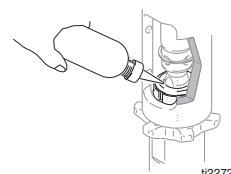

FIG. 12
3. (Fig. 12) Llene la tuerca prensaestopas con líquido sellador de cuellos (TSL) de Graco.